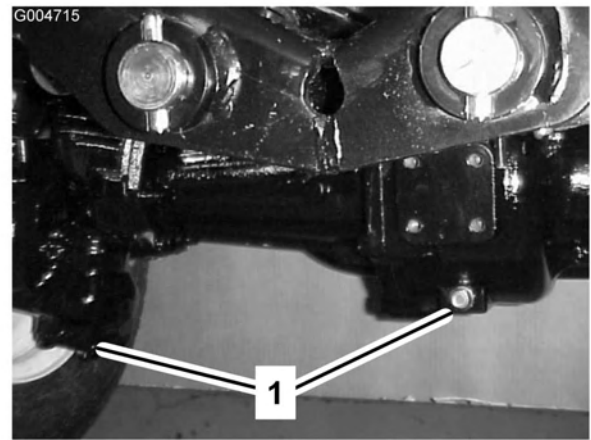

Bild 59
- Reinigen Sie den Bereich um die drei Ablassschrauben, d. h. jeweils eine an beiden Enden und eine in der Mitte (Bild 59).